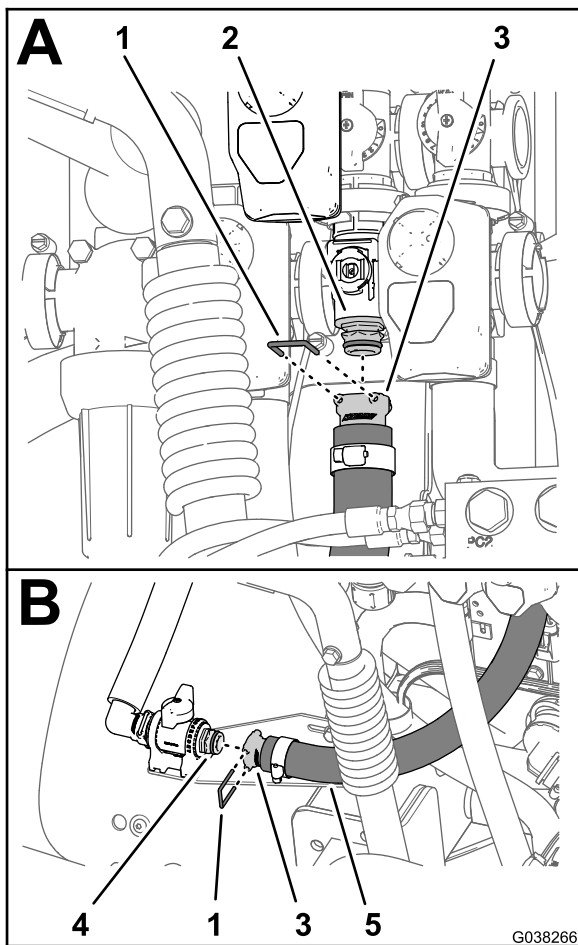

Figura 66
1. Conecte el acoplamiento rápido (dentado recto) de la manguera de alimentación de la agitación (2,5 cm x 72 cm) en el acoplamiento rápido de la válvula de control de agitación con la horquilla de retención suministrada con la manguera (Figura 66).